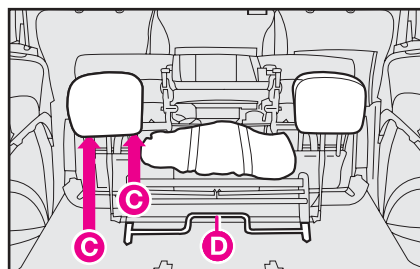

рис. 128
– установите подголовники в гнезда **С** (рис. 128).
Чтобы снять сиденье в целях увеличения объема багажника, опрокиньте сиденье вперед и снимите сумку для инструментов (она всегда должна находиться в автомобиле), затем с помощью рычага **D** (рис. 128) освободите фиксаторы.